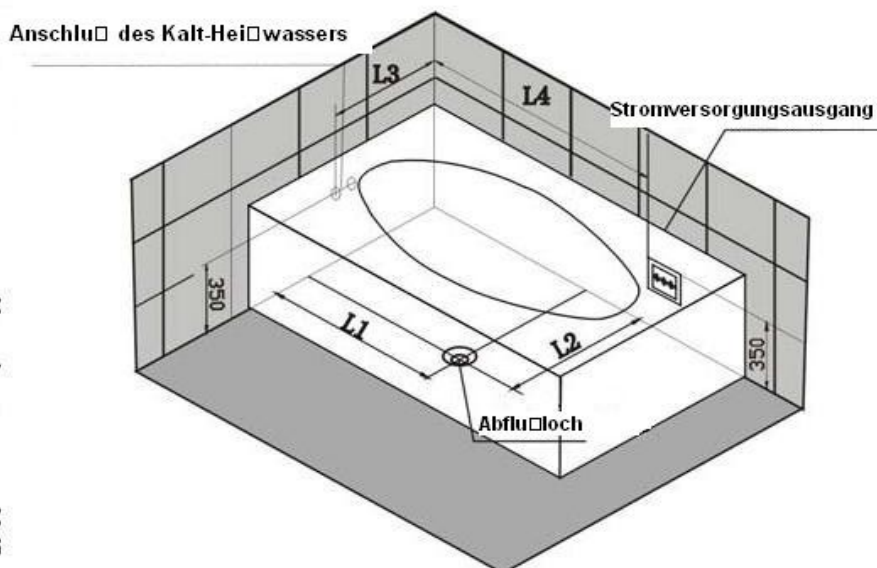

Bild 12
1. Den Platz für das Wasserabflußloch bestimmen und die Ausgänge der Zuleitungsrohre für Kalt- und Heißwasser in einer Höhe von 350 mm vom Niveau an die Wand herausführen. (Bild 12).